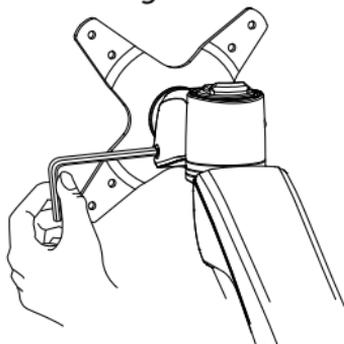

Figure 21
1. Tout en **Supportant** le poids du **Moniteur**, utilisez la **Clé Hexagonale** pour **Desserrer** ou **Serrer** la **Vis de Réglage de la Tension** (Figure 21).